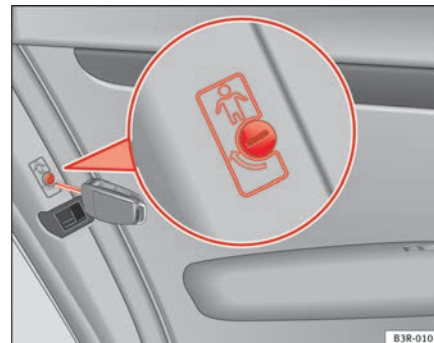

Fig. 75 Seguro para niños en las puertas traseras
- Gire la llave en la dirección de la flecha ⇒ **fig. 75**.